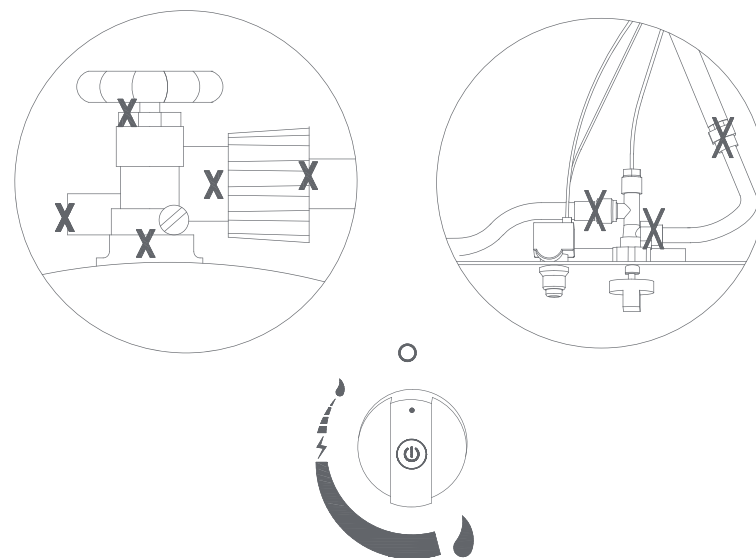

Figure 1
2. S'assurer que les boutons sont en position éteinte (Figure 1).